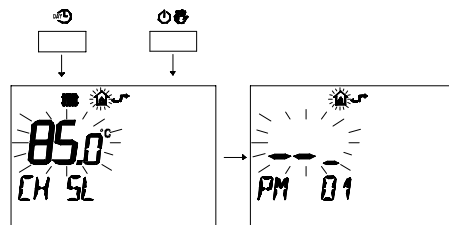

fig. 5.26
- 2 Premere contemporaneamente i pulsanti e per entrare nella programmazione trasparente (fig. 5.26)